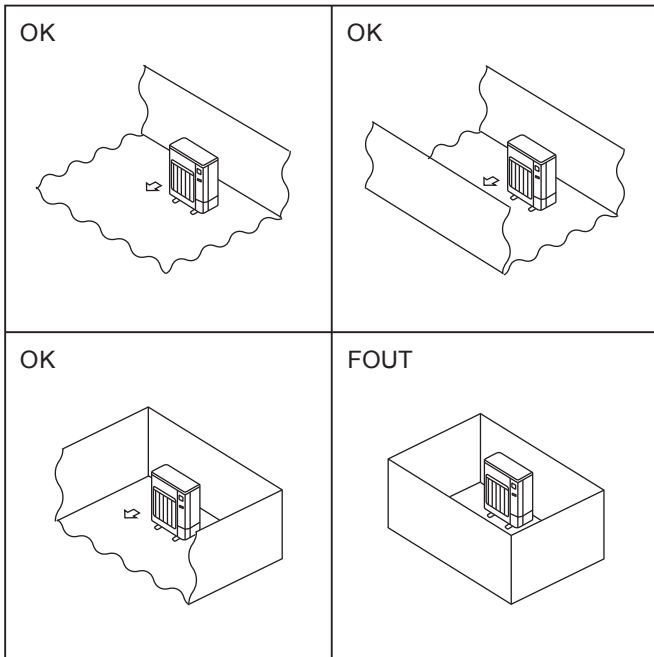

Fig. 2-1
- Ⓞ Installeer buitenapparaten op een plaats met minimaal een van de vier zijden open en in een ruimte zonder verlagen die voldoende groot is. (Fig. 2-1)